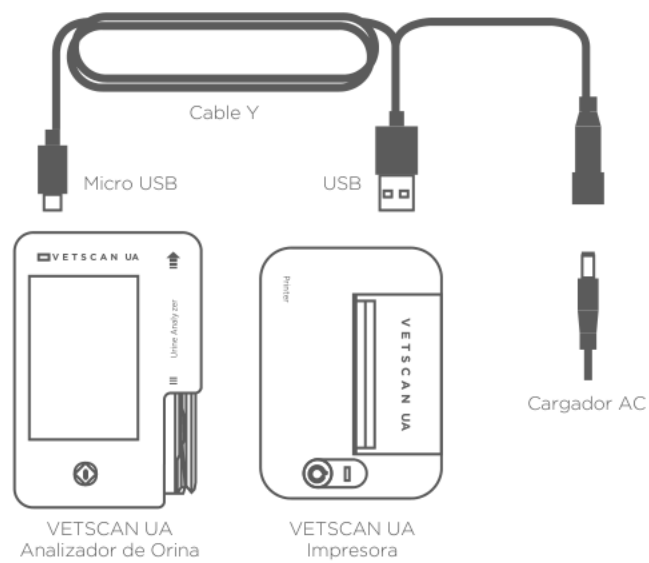

Fig. 5 Conecte el cable Y.
1. Conecte el cable Y al VETSCAN UA Analizador de Orina, a la VETSCAN UA impresora y al cargador de AC. (Fig. 5)